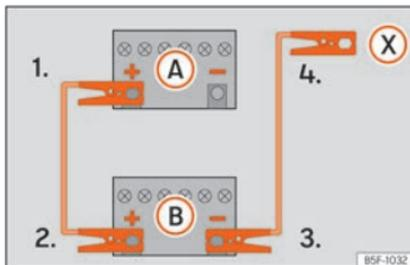

Fig. 68 Esquema de conexión para vehículos sin sistema Start Stop.
hículo con la batería descargada (A) »» » fig. 68.
3. Emborne el otro extremo del cable rojo de emergencia al polo positivo (+) del vehículo que suministra la corriente (B).
- 4a. *En los vehículos sin sistema Start-Stop:* emborne un extremo del cable negro de emergencia al polo negativo (-) del vehículo que suministra la corriente (B) »» » fig. 68.